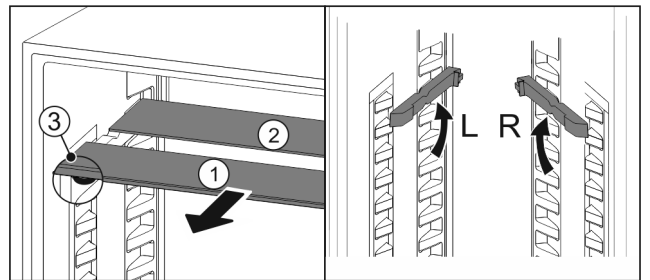

Fig. 110
- ▶ Glasplaten afzonderlijk vanaf de voorkant eruit trekken Fig. 110 (1).
- ▷ Glasplaat Fig. 110 (1) met sierlijst ligt voor.
- ▷ Stops Fig. 110 (3) zijn naar onder gericht.